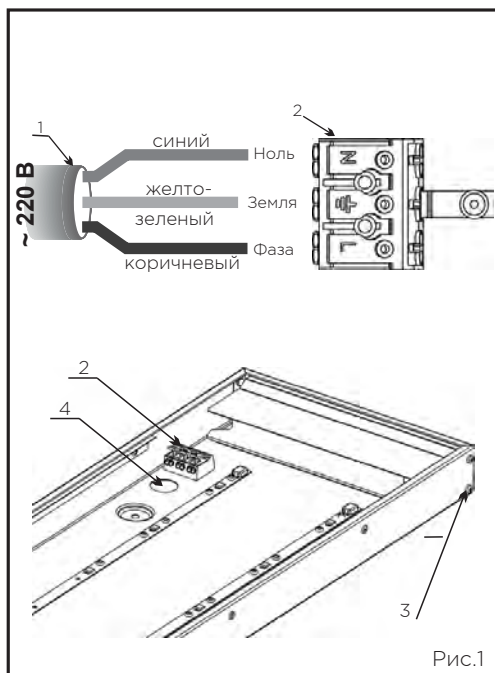

Рис.1
- Для того, чтобы подключить светильник ССВ с типом корпуса "коридорный", а также все светильники с внутренним способом подключения (клеммная колодка внутри) к электрической сети необходимо (рис.1):